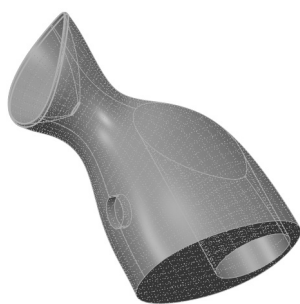

图 8-58 主体曲面合并、实体化
(4) 将主体中的各面进行合并，形成如图 8-57 所示的单曲面。按住 Ctrl 键依次选择拉伸 8 与主体面，拉伸 9 与主体面，单击【模型】→【编辑】模块中的按钮，单击【确定】按钮，合并后的曲面如图 8-58 所示。单击【模型】→【编辑】模块中的按钮，再单击实体填充按钮。单击按钮，完成曲面的实体化。